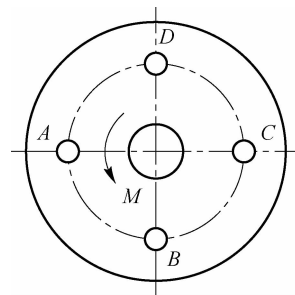

图 1-12
11. 如图 1-12 所示,联轴器上有四个均匀分布在同一圆周上的螺栓 A 、 B 、 C 、 D ,该圆的直径 $AC=BD=0.15\text{ m}$,电动机传给联轴器的力偶矩 $M=2.5\text{ kN}\cdot\text{m}$,试求每个螺栓的受力。